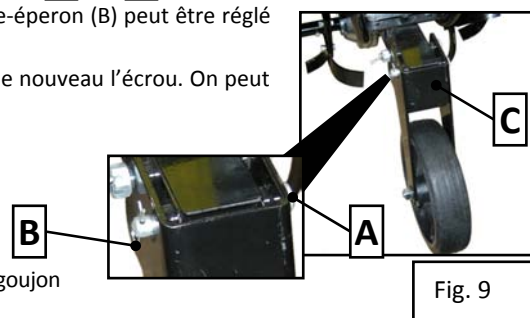

Fig. 9
Afin de déplacer la machine la petite roue doit être baissée (voir fig.9). Avant de travailler avec la motobineuse il faut enlever le goujon d'assemblage (A) après avoir enlevé la goupille (B), ensuite soulever la petite roue (C) et mettre le goujon (A) dans le trou inférieur. Le goujon doit être toujours bloqué dans la position souhaitée par la goupille (B).